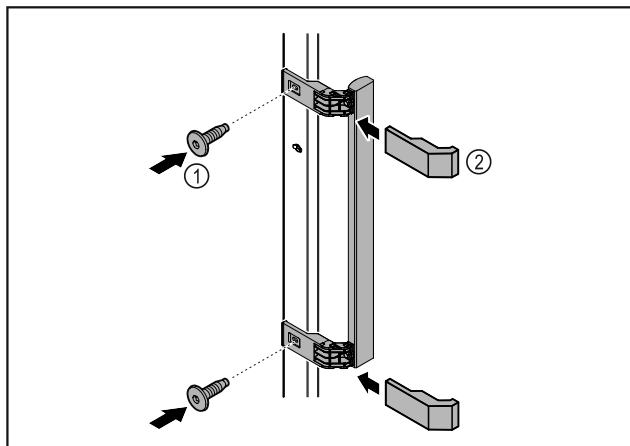

Fig. 8
- ▶ Zamontować uchwyt z dodatkowego opakowania na drzwiach przy użyciu dołączonych śrub Fig. 8 (1).
- ▶ Założyć osłonę Fig. 8 (2).